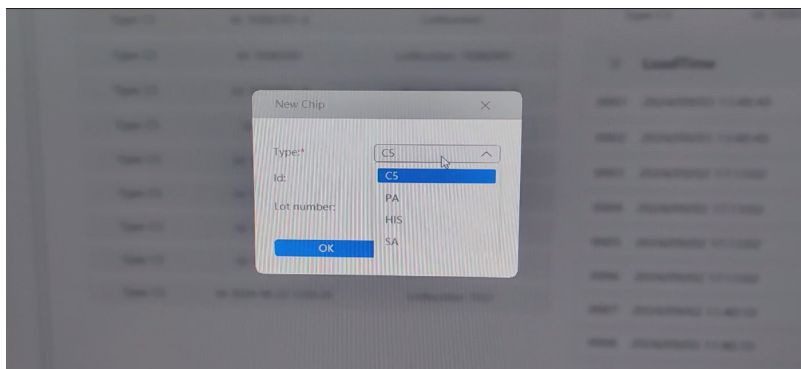

图 15 软件 Change Chip 程序芯片种类选择及信息输入界面
- b. 如图 15 所示，如果是全新芯片，选择 New Chip，并在 Type 的下拉菜单中选择对应的芯片种类，在 Id 中填入与芯片相关的实验信息，在 Lot number 中可填入芯片批号（选填）。对于已使用过的芯片，选择 Used Chip，并选择对应的芯片信息。